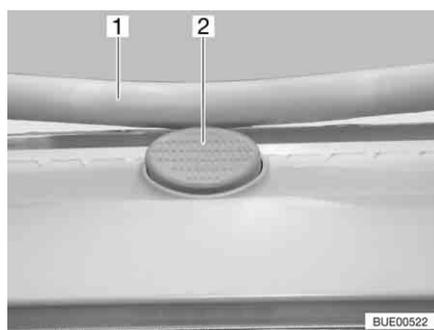

Fig. 125 Bottone di sicurezza sull'oblò Heki
- Premere il bottone di sicurezza (Fig. 125,2) e tirare verso il basso la staffa (Fig. 125,1) con entrambe le mani.
- Premere la staffa verso l'alto con ambedue le mani, finché la staffa non poggia al di sopra del bottone di sicurezza (Fig. 125,2).